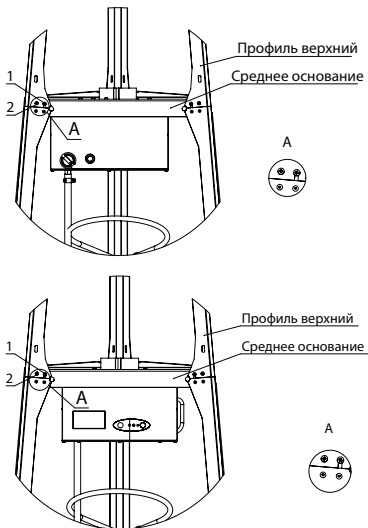

Рис.10 - Установка верхних профилей
- Установите профили на нижнюю предварительно собранную часть газового обогревателя (рис. 10). Для этого наживите винт в среднем основании, которое соответствует пазу в профиле (ближнее к центру отверстие). Установите на данный винт профиль и затяните винт 2, затем подтяните винт 1;